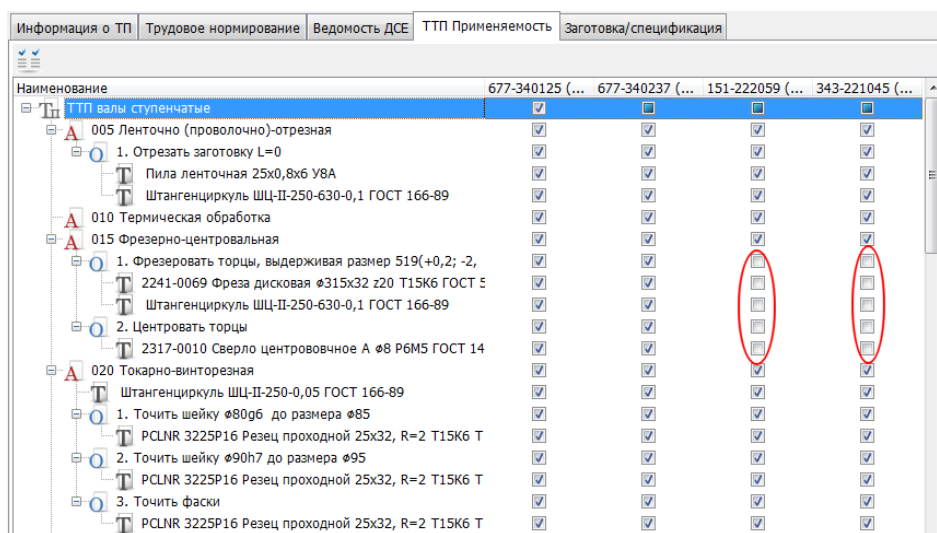

Рис. 4.60. Вкладка ТПП Применяемость
- ✚ убедиться в наличии маркеров, определяющих использование этой операции для изделий (см. Рис. 4.60), если маркеры отсутствуют установить их щелчком левой кнопки мыши в соответствующей ячейке;
если вспомогательные материалы отличаются для разных ДСЕ указать их все, а порядок использования определить на вкладке **ТПП применяемость** (см. Рис. 4.60);